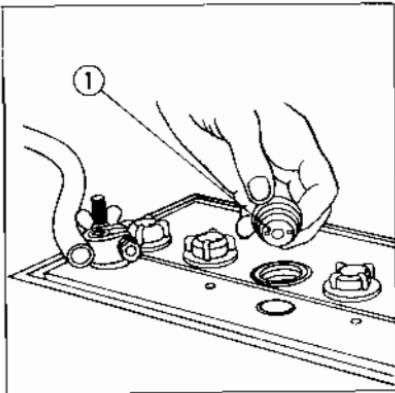

Fig. 15 Batteriets
1. Ta av påfyllingspluggene (fig. 15) og undersøk at elektrolyttnivået er 6 til 9 mm (1/4 til 3/8 tomme) over øverste del av skilleplatene.